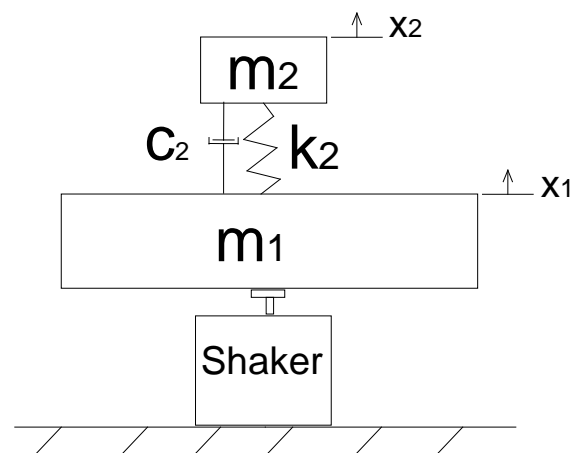

Figura 2. Esquema del sistema massa i element aïllador
1. Considerant que el sistema  $m_2-k_2-c_2$  (Figura 2) és excitat per el moviment harmònic de la massa 1 (descriu per  $x_1$ ), trobeu la relació entre les amplituds de vibració d'ambdues masses ( $X_2 / X_1$ ) a partir de l'equació del moviment de la massa 2. Dibuixeu, qualitativament, el resultat en funció de la freqüència.